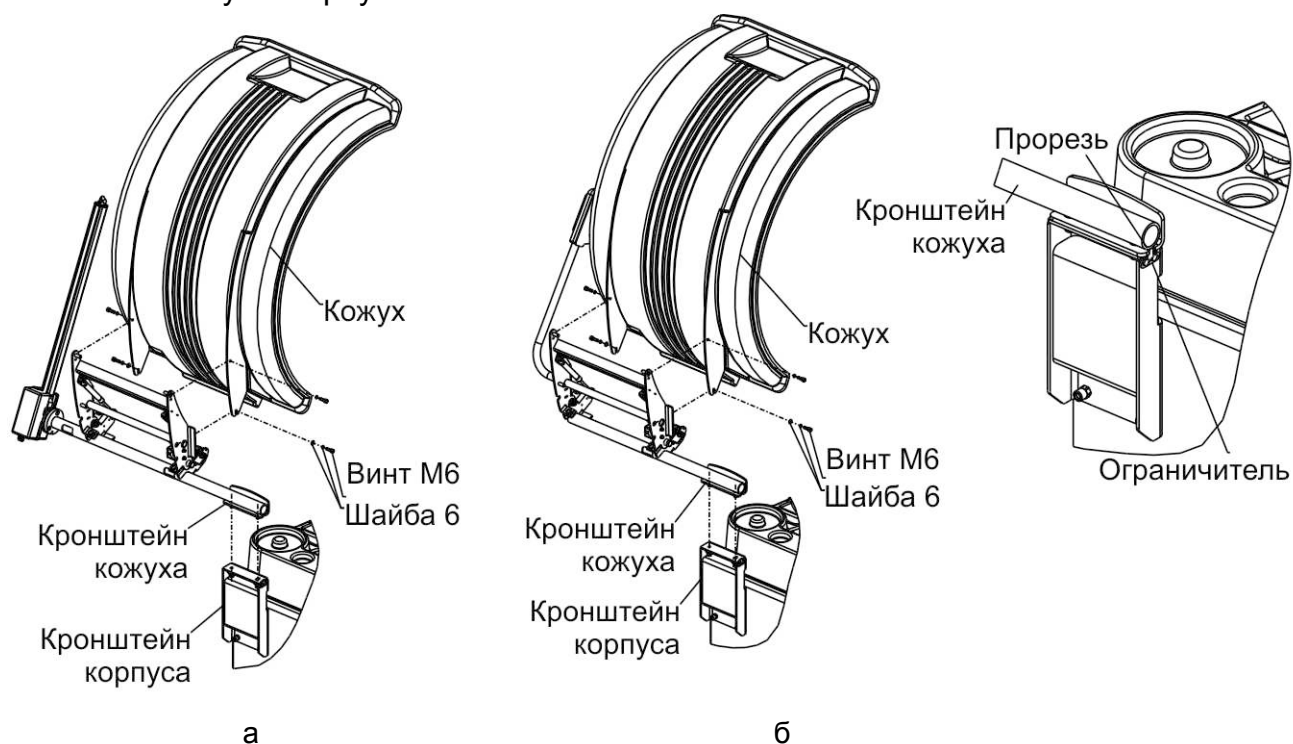

Рисунок 4.4
4.2.5 Кронштейн кожуха (со второй линейкой или без - в зависимости от комплектации станка, рисунок 4.4 а или 4.4 б) установить на кронштейн корпуса и зафиксировать гайками М8 с шайбами. При этом ограничитель необходимо совместить с прорезью, в кронштейне кожуха.